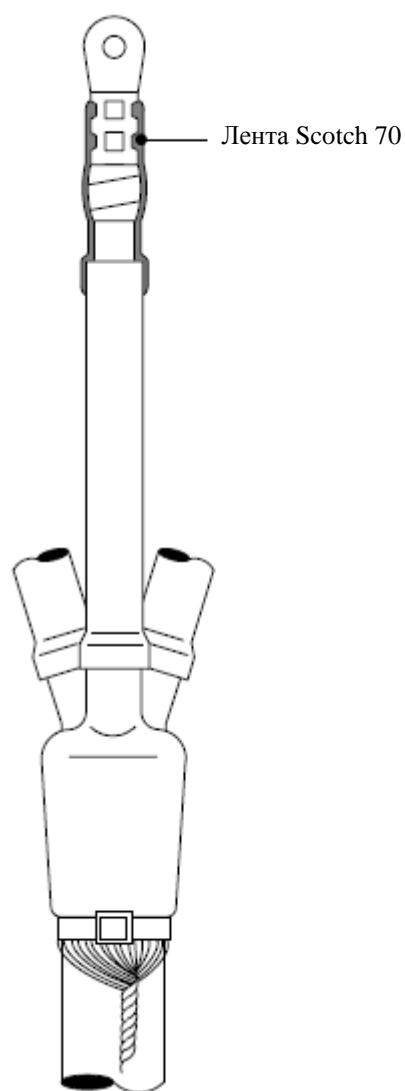

Рис. 6
6.1 Оберните область наконечника в 4 слоя с половинным перекрытием лентой Scotch 70. При этом следует полностью закрыть неровности на наконечнике (либо отверстия от срывных болтов), а также осуществить заход на ранее усаженное тело муфты холодной усадки QT II, как это указано на рис. 6. При намотке ленты Scotch 70 следует слегка растягивать.